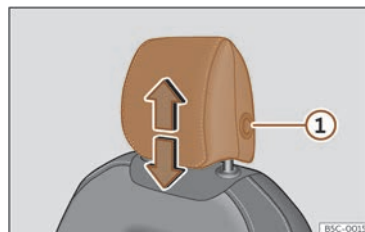
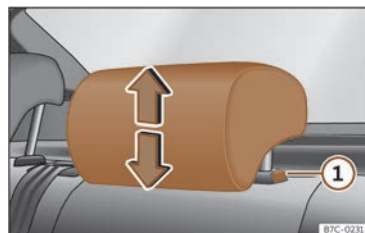

Fig. 100 Asiento delantero: regulación del apoyacabezas.
Fig. 101 Apoyacabezas trasero: regulación del apoyacabezas.
- Agarre el apoyacabezas con ambas manos por los lados y empuje hacia arriba hasta encajarlo en la posición deseada. Para bajarlo, haga la misma acción, pulsando el botón lateral ① >>> fig. 100, >>> fig. 101.